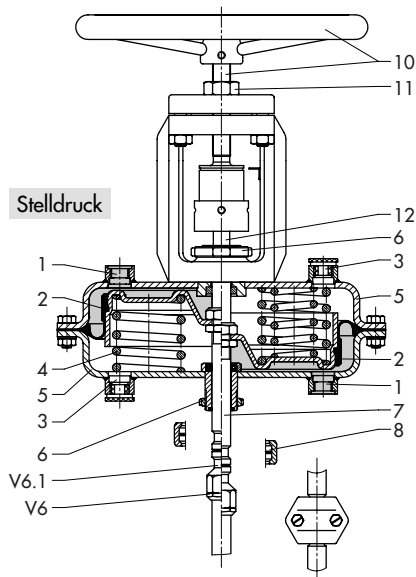

Bild 9 · Antrieb 240 bis 700 cm² mit Handverstellung
Bild 9 zeigt das Schnittbild eines Stellantriebes mit **Handverstellung an der äußeren Membranschale** für Antriebe mit 240 bis 700 cm² Wirkfläche. Im Normalbetrieb sind die Antriebsstangen (7, 12) nicht mit der Gewindespindel (10) gekuppelt. Nach Lösen der Kontermutter (11) ist eine Handverstellung möglich.